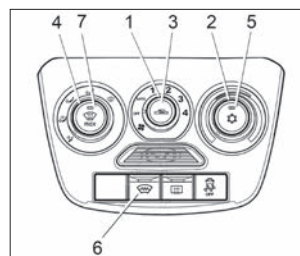

Рис. 39. Блок управления климатической системой (в варианном исполнении)
**В варианном исполнении** (см. рис. 39) климатическая установка имеет дополнительный режим кондиционирования, обеспечивающий охлаждение воздуха, подаваемого в салон автомобиля. При этом логика и алгоритмы управления, описанные выше для системы вентиляции и отопления, верны и для климатической установки с кондиционером.
2. Включите вентилятор, установив **рукоятку 1** (см. рис. 39) в одно из положений «1», «2», «3» или «4».
Для установки желаемой температуры воздуха в салоне поверните **рукоятку 2** (см. рис. 39) по часовой стрелке для повышения, против часовой стрелки для понижения. Температура будет поддерживаться автоматически в пределах производительности климатической установки и установленного допуска.
2. Поверните **рукоятку 2** (см. рис. 39 против часовой стрелке в левое положение до упора (синяя точка на блоке управления)).
4. **Рукояткой 1** (см. рис. 39) включите максимальную скорость вентилятора климатической установки (положение «4»).
С помощью **рукоятки 2** (см. рис. 39) можно установить желаемую температуру воздуха в салоне. Климатическая система будет автоматически поддерживать установленную температуру воздуха в салоне в пределах производительности климатической установки и установленного допуска.
Для очистки ветрового и передних боковых стекол от запотевания, обмерзания или наружного обледенения в автоматическом режиме установите **рукоятку 1** управления вентилятором климатической системы в положение «**AUTO**», нажмите **кнопку 7** (см. рис. 39) с символом . Климатическая система автоматически:
Для включения/выключения ЭОВС нажмите **кнопку 6** (см. рис. 39), при включении загорается индикатор на кнопке выключателя. Контрольный световой индикатор, расположенный на кнопке выключателя, будет светиться желтым светом в течение всего времени работы системы электро-